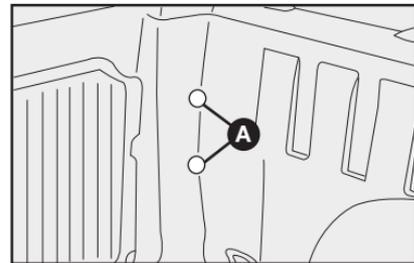

fig. 57
1) remover as tampas de borracha **A-fig. 57**, para ter acesso aos parafusos de fixação da lanterna.